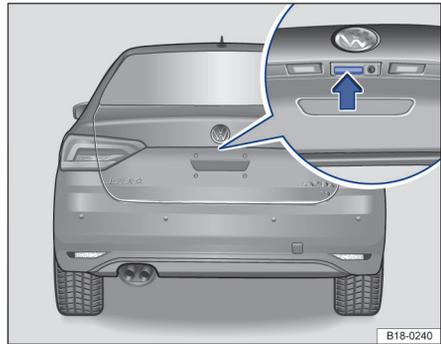

图 50 从车外打开行李厢盖
钥匙在行李厢盖的有效范围内，可以直接通过行李厢盖上的按钮将其打开 ⇒ 图 50。
- 向上拉起图示按钮 ⇒ 图 50 打开行李厢。